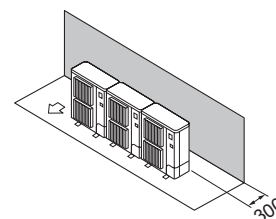

Fig. 2-12
- ① Enbart hinder på baksidan (Fig. 2-12)